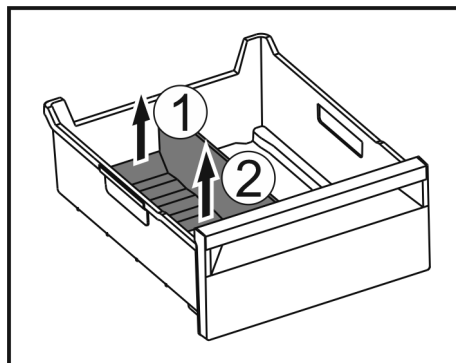

Fig. 115
- ▶ Підняти задню частину перегородки відділення для льоду. Fig. 115 (1)
- ▶ Вилучити перегородку рухом вгору. Fig. 115 (2)